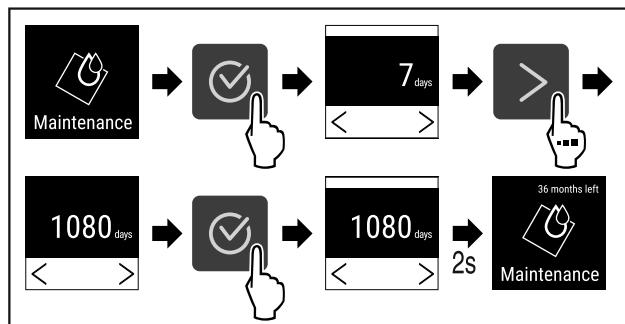

Fig. 79
- ▶ Hajtsa végre a művelet lépéseit (lásd Fig. 79) .